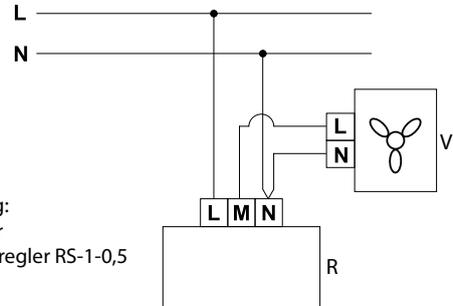

Abb. 3
- Entfernen Sie den Steuerhebel des Reglers (1).
- Lösen Sie die Mutter (2), mit der die dekorative Abdeckung befestigt ist, und entfernen Sie die dekorative Abdeckung (3).
- Lösen Sie die Schrauben (4), mit denen die Steuerung an dem Anschlusskasten befestigt ist, und entfernen Sie den Regler (5).
- Führen Sie die Anschlusskabel in den Anschlusskasten (6).
- Schließen Sie die Kabel gemäß dem Anschlussschema (Abb. 3) und dem Etikett auf der Klemmleiste an die Klemmleiste an, die sich auf der Platine des Reglers befindet.